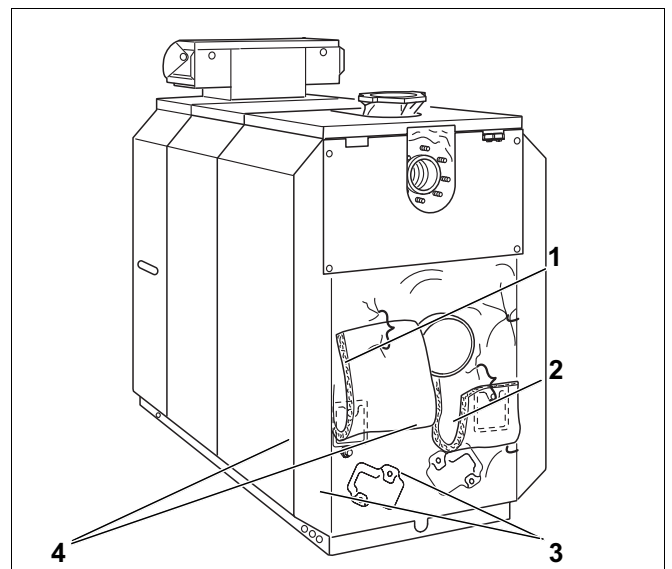

Fig. 56
- Slå isolasjonens to fliker opp (fig. 56, **pos. 2**) og fest dem ved hjelp av spennfjæren (fig. 56, **pos. 1**).
- Fjern rengjøringsdekslene på bakelementet (fig. 56, **pos. 3**) og røykgassamleren (fig. 56, **pos. 4**).
- Forbrenningsrestene skal fjernes via brennkammeråpningen fremme samt via rengjøringsåpningene på bakelementet og røykgassamleren (fig. 56, **pos. 3 og 4**).